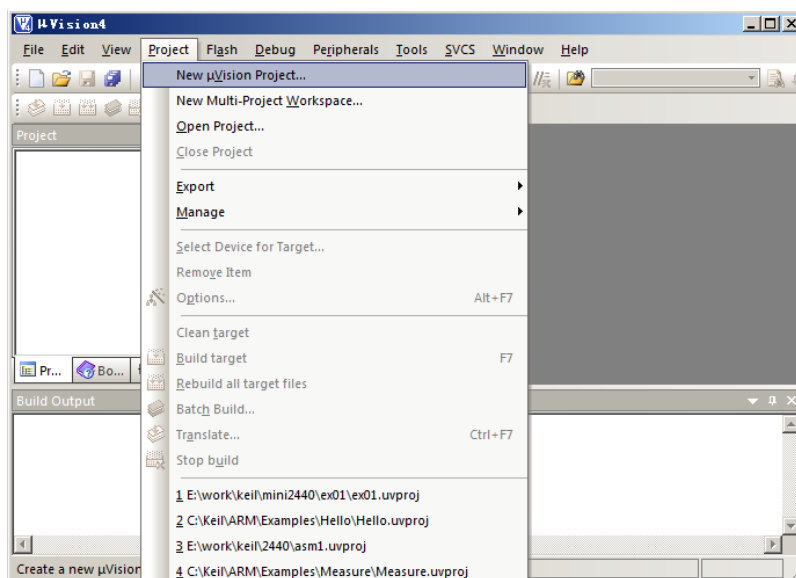

图 1-1 建立工程
- (1) 启动 Keil uVision，新建一个工程 ex01。见图 1-1、图 1-2、图 1-3。